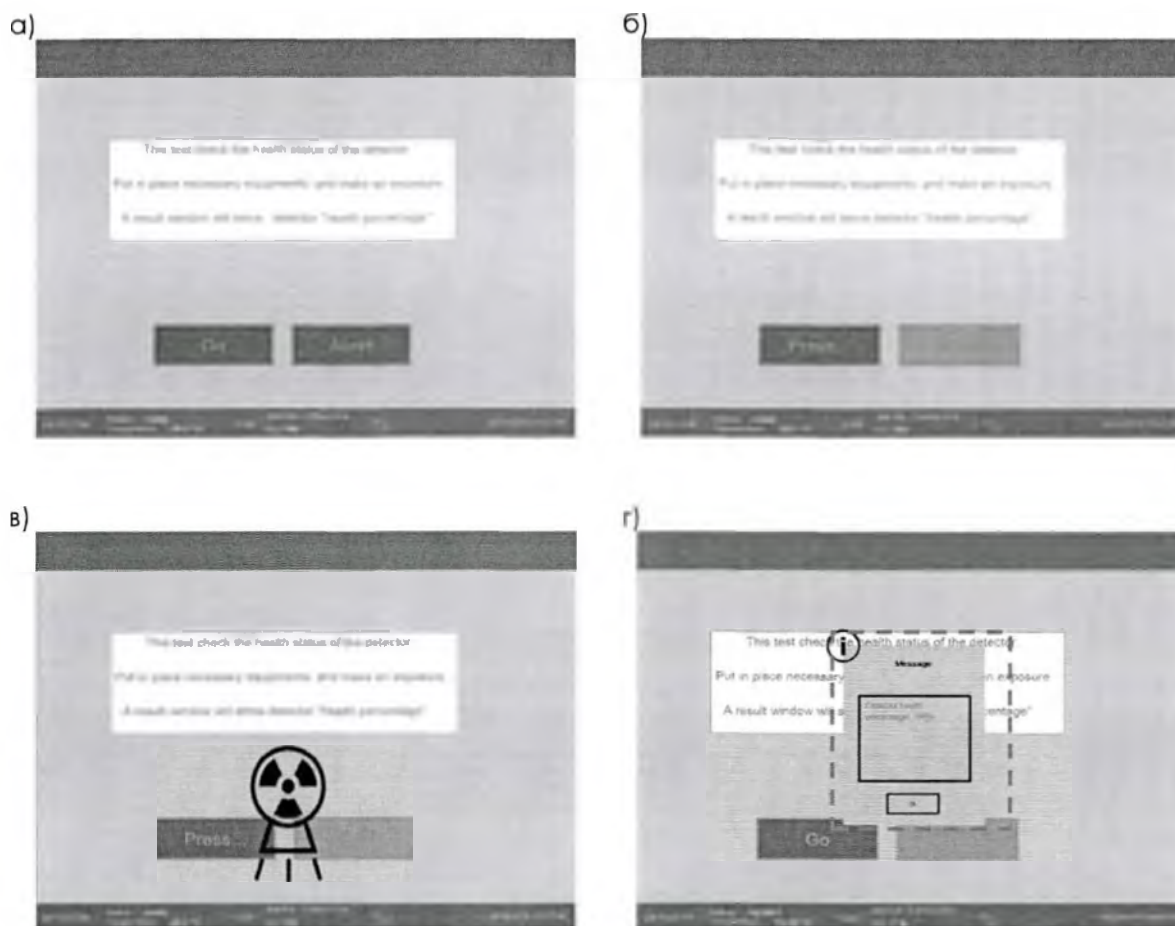

Рисунок 3.66 – Процесс проверки работоспособности детектора
1. Поместите на диагностический стол с установленным отсеивающим растром 50 мм акриловый фантом, выполните компрессию и нажмите кнопку «GO» («НАЧАТЬ») (Рисунок 3.66, а).
2. При готовности маммографа к экспозиции, на дисплее СПУ появится новое окно. Нажмите на кнопку «PRESS» («Экспозиция») (Рисунок 3.66, б). На дисплее появится пиктограмма, сигнализирующая о рентгеновской экспозиции (Рисунок 3.66, в).
3. После завершения проверки появится сообщение с результатами (Рисунок 3.66, г). В данном сообщении корректность работы детектора отображается в %. Если полученный результат меньше 100%, следует произвести перекалибровку детектора.